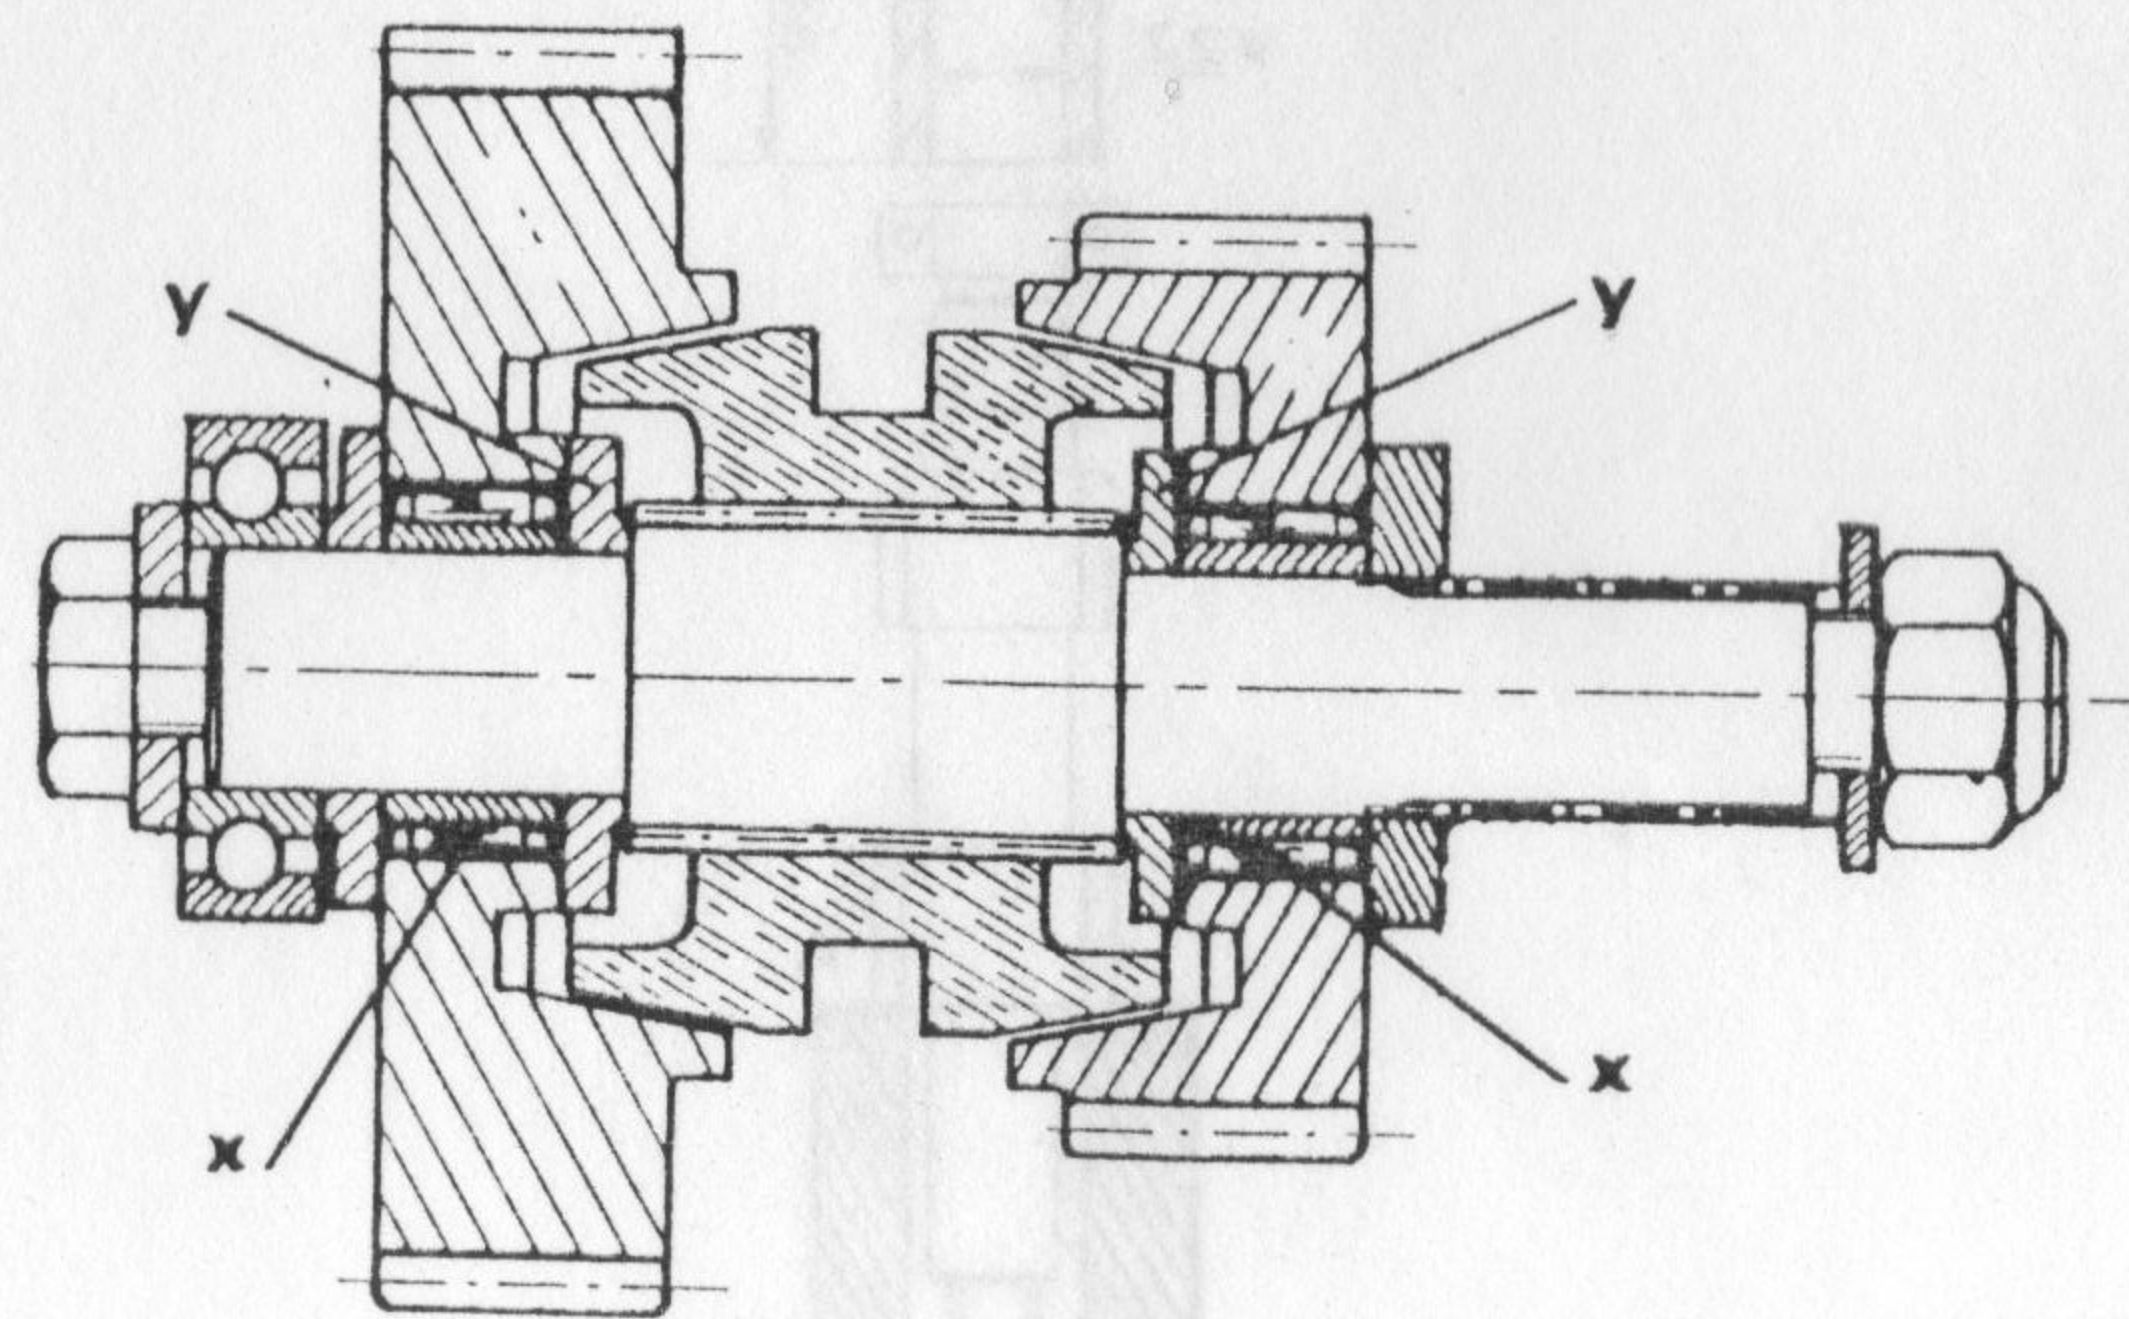

Fig. E11
- chauffer dans l'huile à 100° les 2 bagues de roulement Nadella X et les 2 rondelles de butée «Y» (Fig. E11).
- heat in an oil bath at a temperature of 100° C the two Nadella bearing bushes «X» and the two stop washers «Y» (Fig. E11).